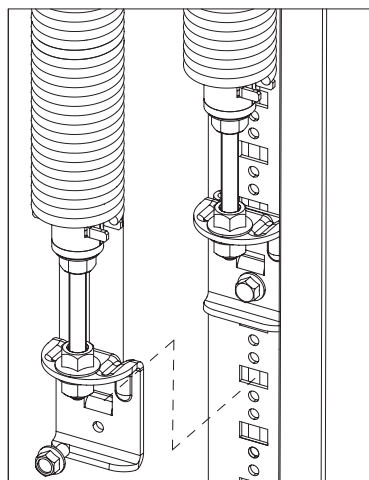

Рис. 19
- в случае если ворота оседают вниз, необходимо произвести подтяжку пружин в соответствии с рис. 19;